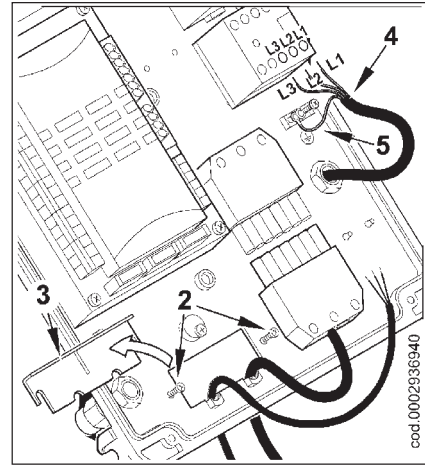

图2
- 拧开螺丝（2），然后取下压板（3），将7孔插头和调节控制电缆从孔中间穿过（图2）。将电源（4）与接触器连接，固定接地电缆（5），锁紧相应的线缆固定头。